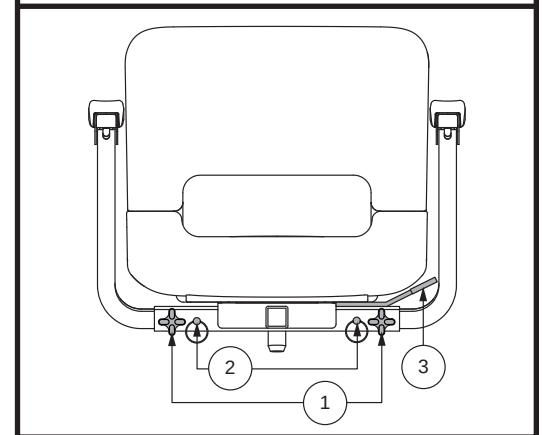

Figure 24. Réglage du siège
Le levier de rotation est situé sur le côté droit de la base du siège et le bloque dans plusieurs positions. Voir la figure 24.
1. Desserrez les boutons de réglage. Voir la figure 24.